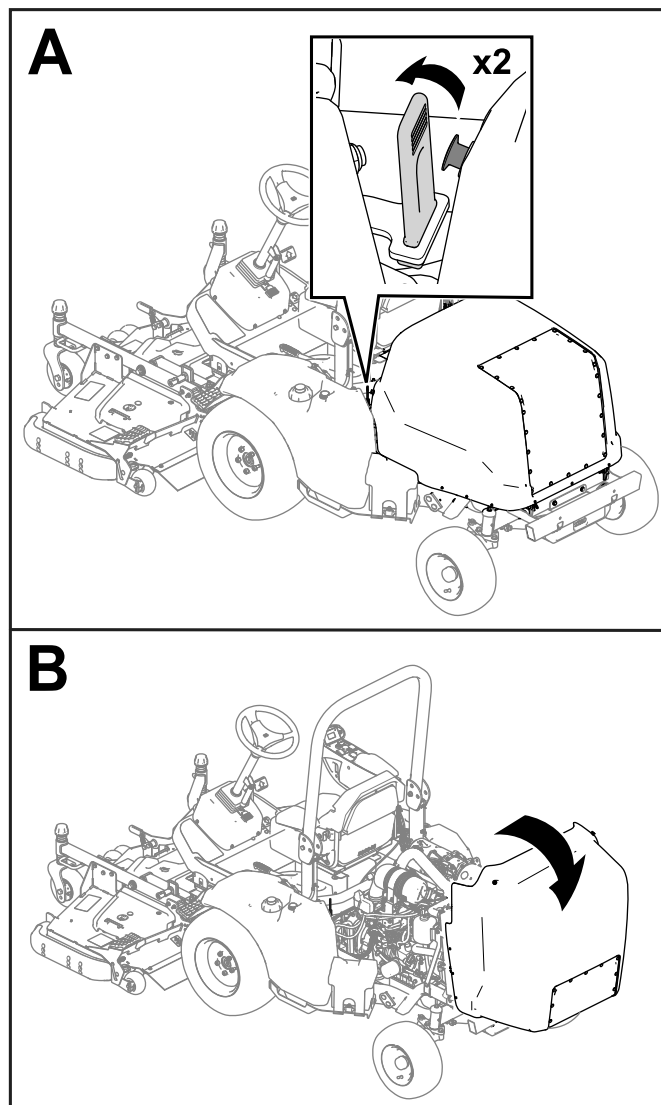

Figur 28
8. Ta bort de sju plastpluggarna i **Figur 28** från motorhuvens.